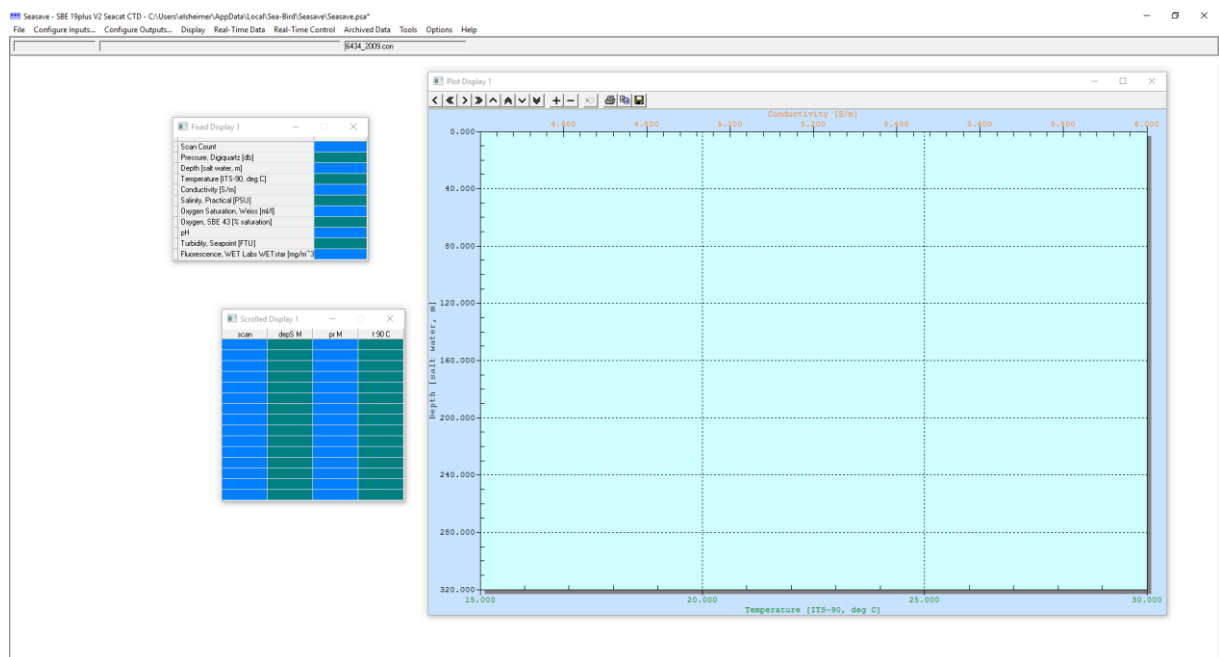

Abb. 2. Default setup für Seasave Deckunit (Seasave\_7\_23.2.psa)
1. Unter **File** → **Open Setup File** → **D:\Ozeanograf\_Daten\SBxxx\PSA\_Files\** den zur Sonde passenden .psa-File öffnen (Abb. 2, Seite 7) oder eigene Setting-Datei erstellen (s. Seasave Display Einstellungen, Seite 18)